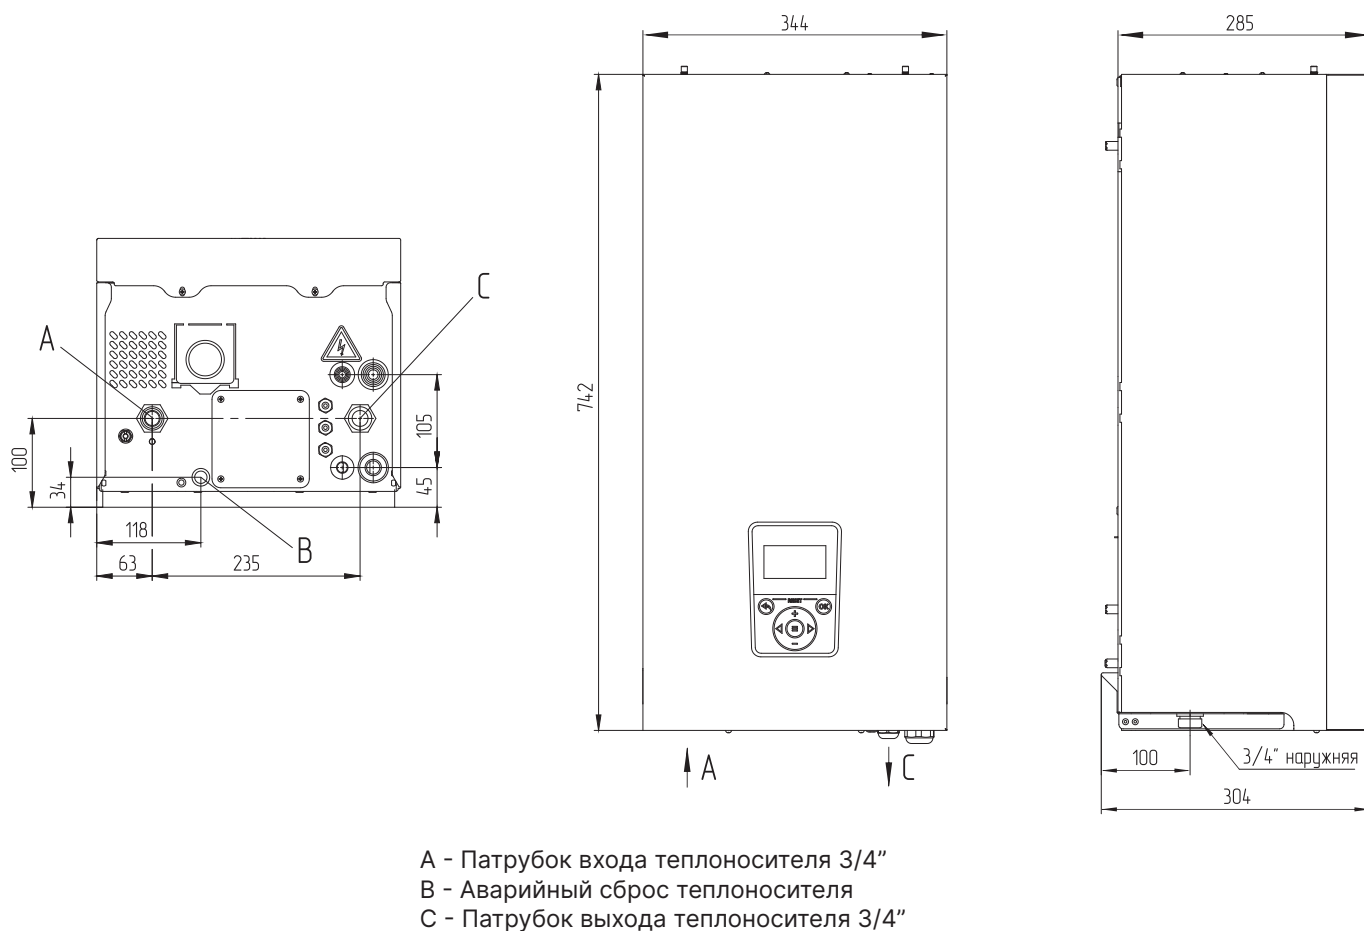

Рис. 6 Габаритные размеры ZOTA MK-X Slim и ZOTA MK-X Slim Grey 6-24 кВт
- Подсоединить котел к системе отопления. Габаритные и присоединительные размеры котлов указаны на **Рис. 6**;